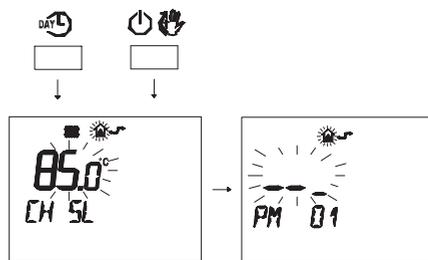

Figura 5.42
- Premere contemporaneamente i pulsanti **DAY** e **ON/OFF** per entrare nella programmazione trasparente (Figura 5.42).